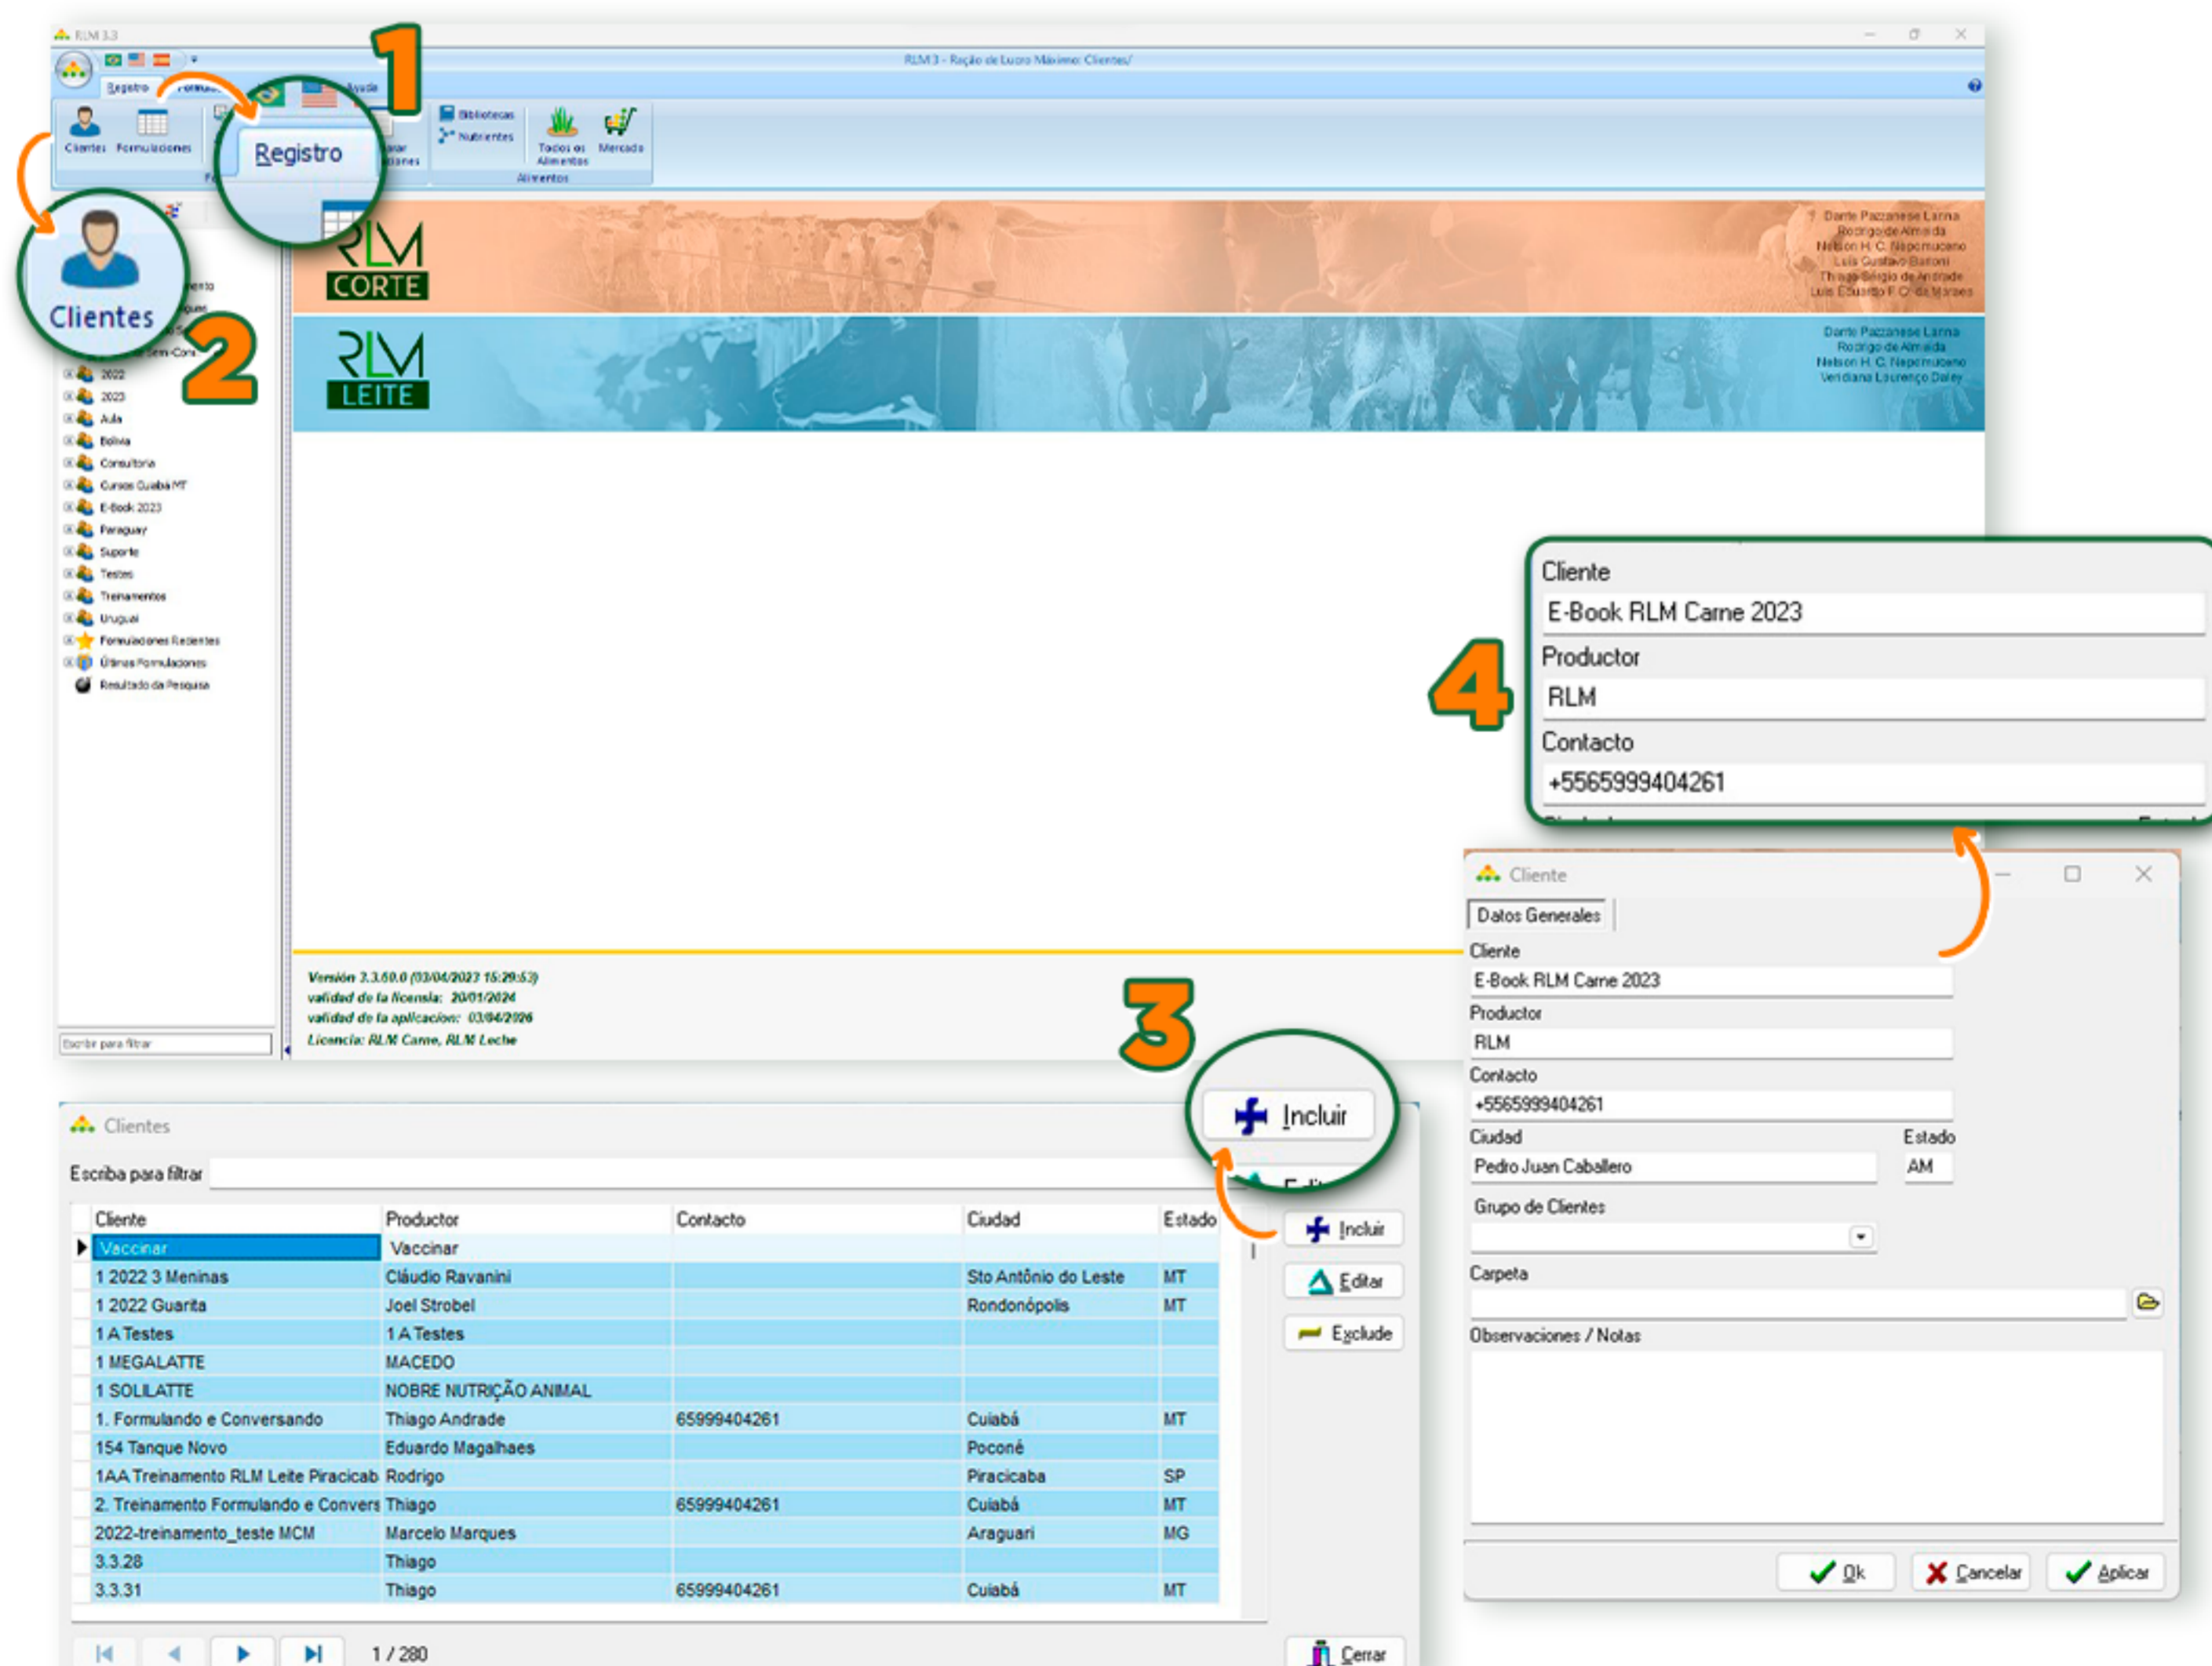
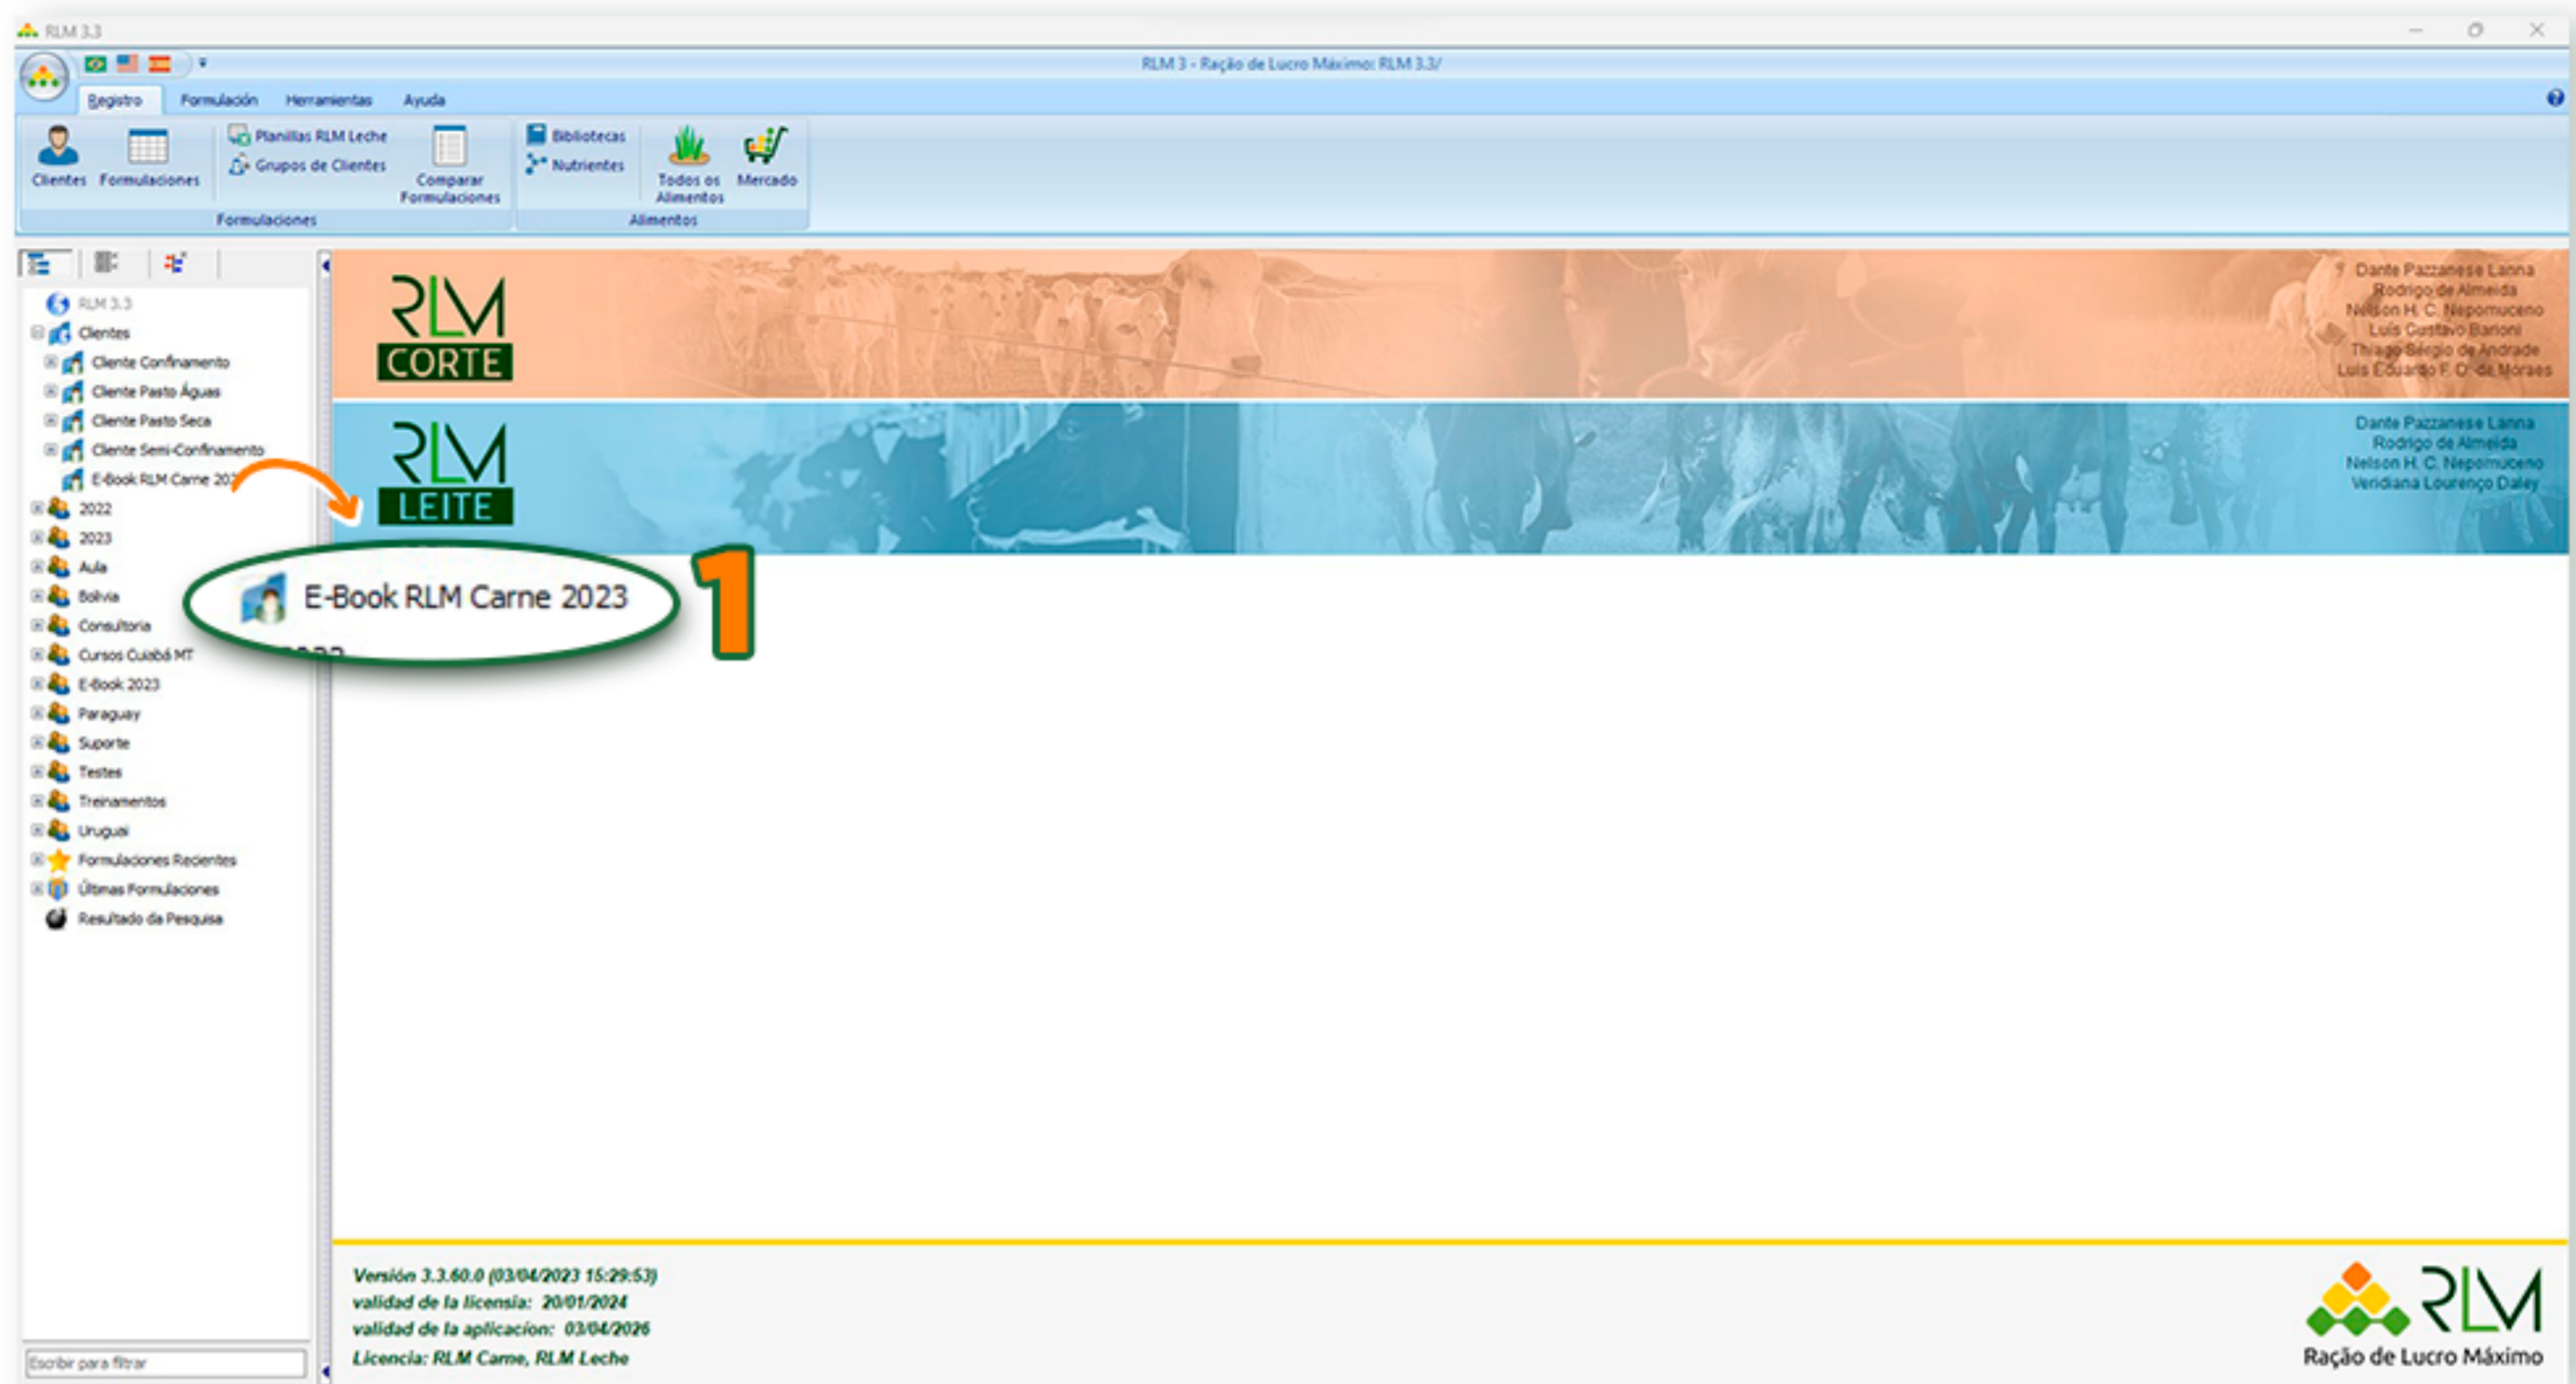

FIGURA 1.1 - REGISTRO DE NUEVOS CLIENTES
FIGURA 1.2 - ÁRBOL CON EL NUEVO CLIENTE
Con el programa abierto, haga clic en “Registro” (1) > “Clientes” (2) > “Incluir” (3) como se muestra en la Figura 1.1. Después de completar todos los datos (4), haga clic en “Aceptar” > “Cerrar”. Observe que el nuevo cliente aparecerá en el árbol de clientes (Figura 1.2).